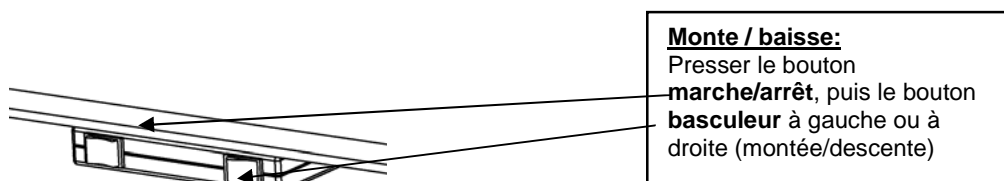

Fig. 1
1. Assurez-vous avant le montage que les 2 jambes sont réglées d'usine au même niveau. Pour cela : branchez la jambe gauche (moteur) au secteur en connectant le transformateur et branchez le panneau de contrôle (fig. 1). Faites monter puis descendre afin que la jambe soit au niveau le plus bas, en position d'arrêt. Ensuite présentez la jambe droite (sans moteur) et assurez vous que les 2 jambes sont au même niveau. Si la jambe droite est plus basse, il suffit de brancher le tube de transmission sur l'axe de cette jambe et de le faire pivoter manuellement (1/2 tour en général) afin d'amener le support plateau au niveau de celui de la jambe gauche. Si la jambe droite est plus haute, il suffit de la faire monter légèrement avec le panneau de contrôle électrique. Dans tous les cas, si la différence est faible un ajustement des patins à vis sous les pieds peut amener les supports plateau au même niveau. Débranchez ensuite et procédez au montage du châssis comme indiqué ci-dessus.